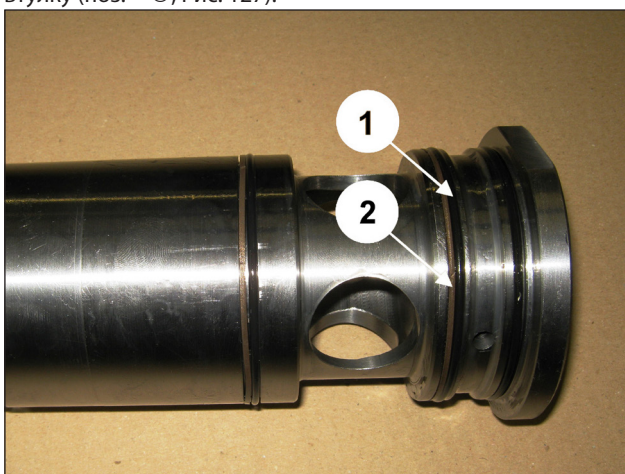

Рис. 127
Вставьте уплотнительные кольца O-Ring (поз. ①, Рис. 127) с соответствующими антиэкструзионными кольцами во втулку (поз. ②, Рис. 127).